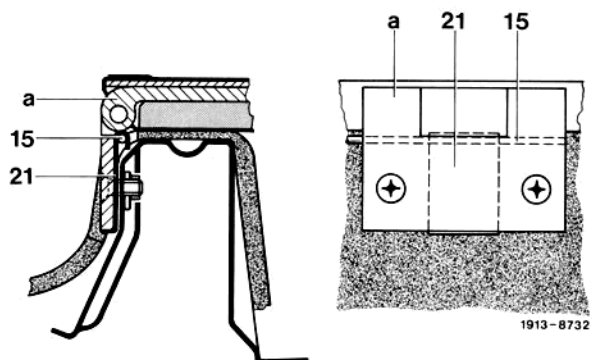

Bild 22
30 Halter nach Bild 22 am Drehstab links und rechts einhängen.
32 Scharniere des Sitzes am Querträger anschrauben, dabei darauf achten, daß die Halter (21) richtig montiert sind (Bild 22 und 23).